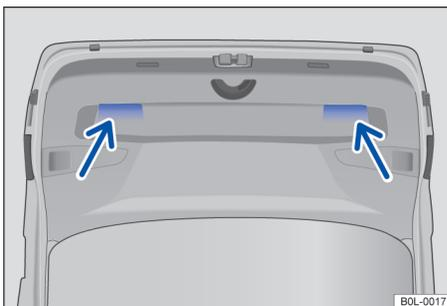

图 49 已打开的尾门：用于关闭尾门的嵌入式拉手
- 抓住尾门内饰板上的嵌入式拉手 → 图 49，稍用力下拉尾门，直至其卡入尾门锁 → 。